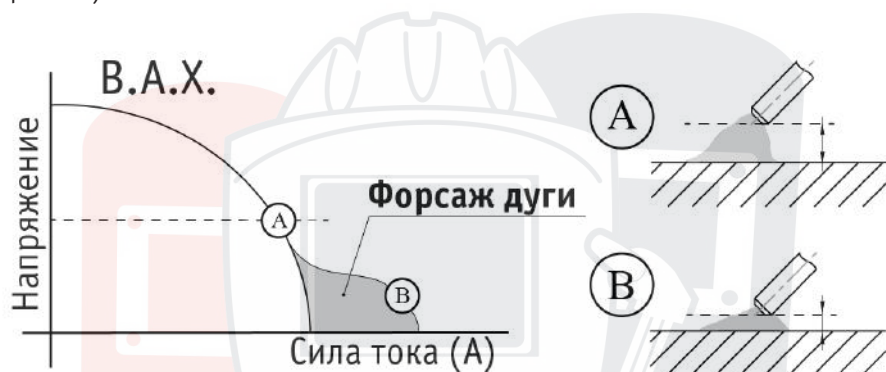

Рис. 6.4. Форсаж дуги.
**Форсаж дуги:** рекомендуется применять при сварке покрытыми электродами на малых токах. В процессе сварки происходит автоматическая регулировка силы сварочного тока, что уменьшает склонность к залипанию покрытого электрода к свариваемой детали (См. рис. 6.4).
**Форсаж дуги** в большинстве случаев можно установить в среднее значение. Описание смотрите на **рис. 6.4**.